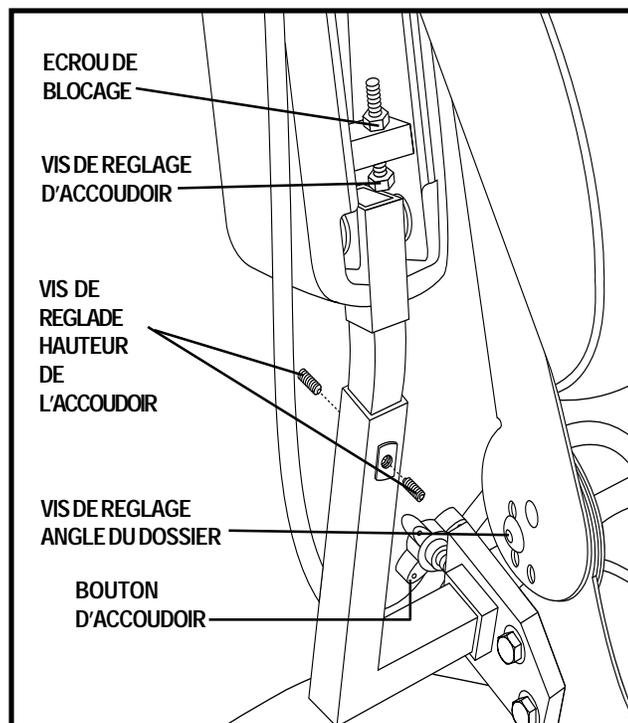

Figure 13. Réglages accoudoirs et dossier
1. Retirez la vis de réglage de l'inclinaison du dossier sur chaque charnière. Voir la figure 13.
1. Repérez les deux boutons de réglage sur le support des accoudoirs. Voir la figure 13.
2. Desserrez l'écrou de verrouillage. Voir la figure 13.
2. Abaissez ou montez l'accoudoir au niveau désiré. Voir la figure 13.